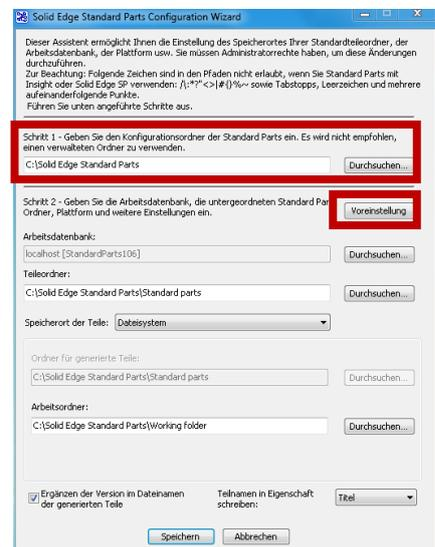

Abbildung 5
3. Im Konfigurationsassistent (Start -> Alle Programme -> Solid Edge ST6 -> Standard Parts -> Konfigurationsassistent) (Abb. 5) wählen Sie unter Schritt 1 den Installationspfad in den Sie die Teile der Machinery Library installiert haben (z.B.: C:\Solid Edge Standard Parts).